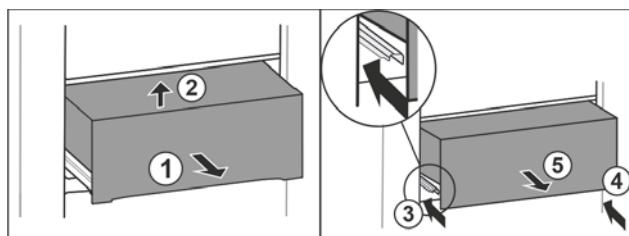

Fig. 32
- Вытяните выдвижной ящик наполовину. Fig. 32 (1)
- Приподнимите выдвижной ящик спереди. Fig. 32 (2)
- Вставьте левую направляющую. Fig. 32 (3)
- Вставьте правую направляющую. Fig. 32 (4)
- Извлеките выдвижной ящик движением вперед. Fig. 32 (5)